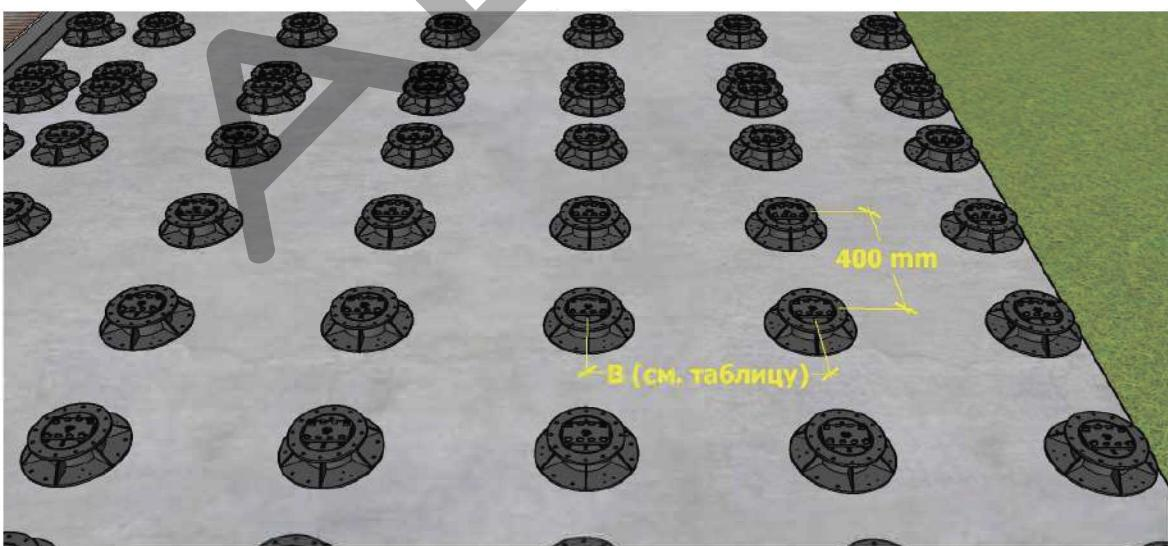

Рис.7
2. На основание устанавливают регулируемые опоры с шагом не более В (см. табл. 1) по направлению укладки лаги, чтобы расстояние между лагами (по центрам) не превышало 400 мм (рис.7). Далее лаги из специального алюминиевого профиля вщелкивают в держатель лаги регулируемой опоры. В месте стыков торцов досок, лаги располагаются с каждой стороны от стыка на расстоянии не более 50 мм (рис.8).